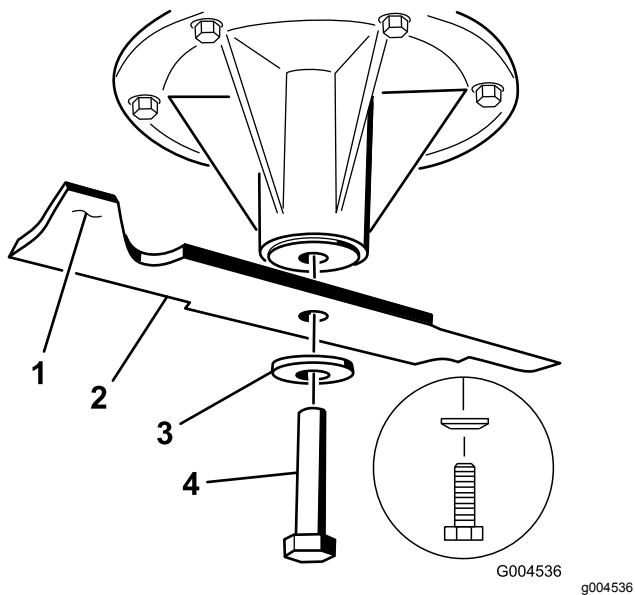

Figura 105
- Instale lâmina no eixo (Figura 105).
- Instale o disco de mola e o parafuso da lâmina (Figura 105).
**Nota:** O cone do disco de mola deve ser montado virado para a cabeça do parafuso (Figura 105).